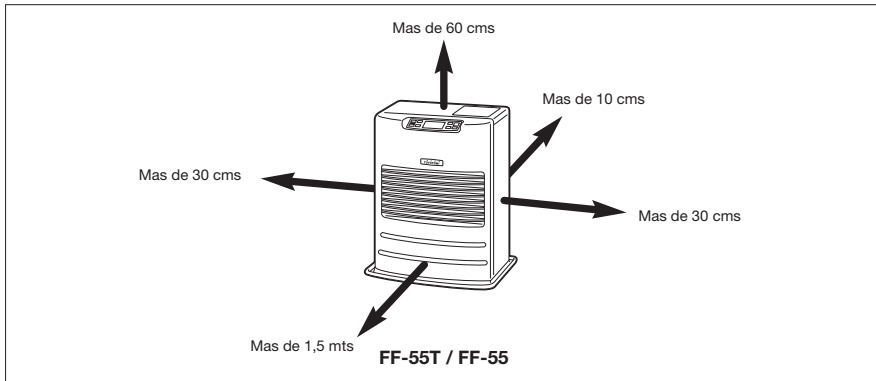

Figura 1
1. Elija un lugar para la estufa. Asegure la distancia mínima, como se indica abajo, entre la estufa y la materia más cerca de combustible. (Vea Figura 1) Preste acceso de servicio para limpiar el filtro trasero de aire de circulación, el filtro integral de combustible (FF-55) y el botón de restaurar (FF-55).